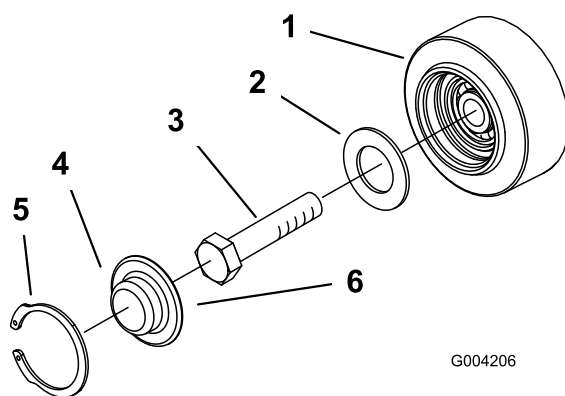

Figura 49
3. Rimuovete l'anello elastico e il tappo da una ruota non motrice (Figura 49).
4. Controllare il grasso sotto il tappo e attorno alla guarnizione (Figura 49). Se risulta sporco, sabbioso o consumato, eliminarlo completamente, sostituirla e applicare del grasso nuovo.